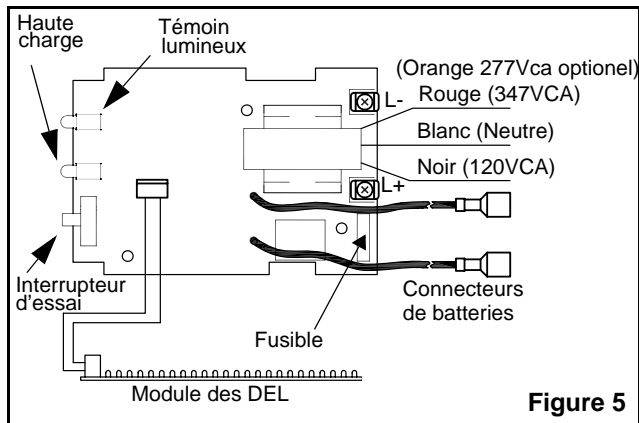

Figure 5
5. Effectuer les connexions nécessaires: l'unité accepte une tension de 120 et 347Vca . **Pour opération à 120Vca :** raccorder le fil noir au service de l'édifice (120V) et le blanc au neutre. **Pour opération à 347Vca :** raccorder le fil rouge au service de l'édifice (347V) et le blanc au neutre (voir fig.5). Pousser les fils dans la boîte de jonction.